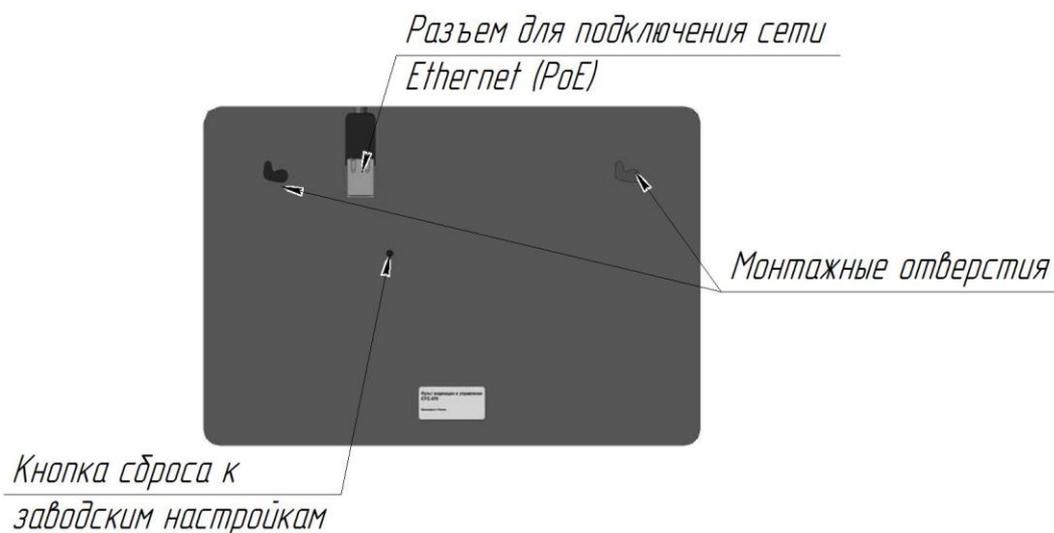

Рисунок 2.5 – Сброс к заводским настройкам
4) При необходимости сбросить изделия к заводским настройкам с помощью кнопки, которая находится на задней поверхности корпуса (рисунок 2.5).